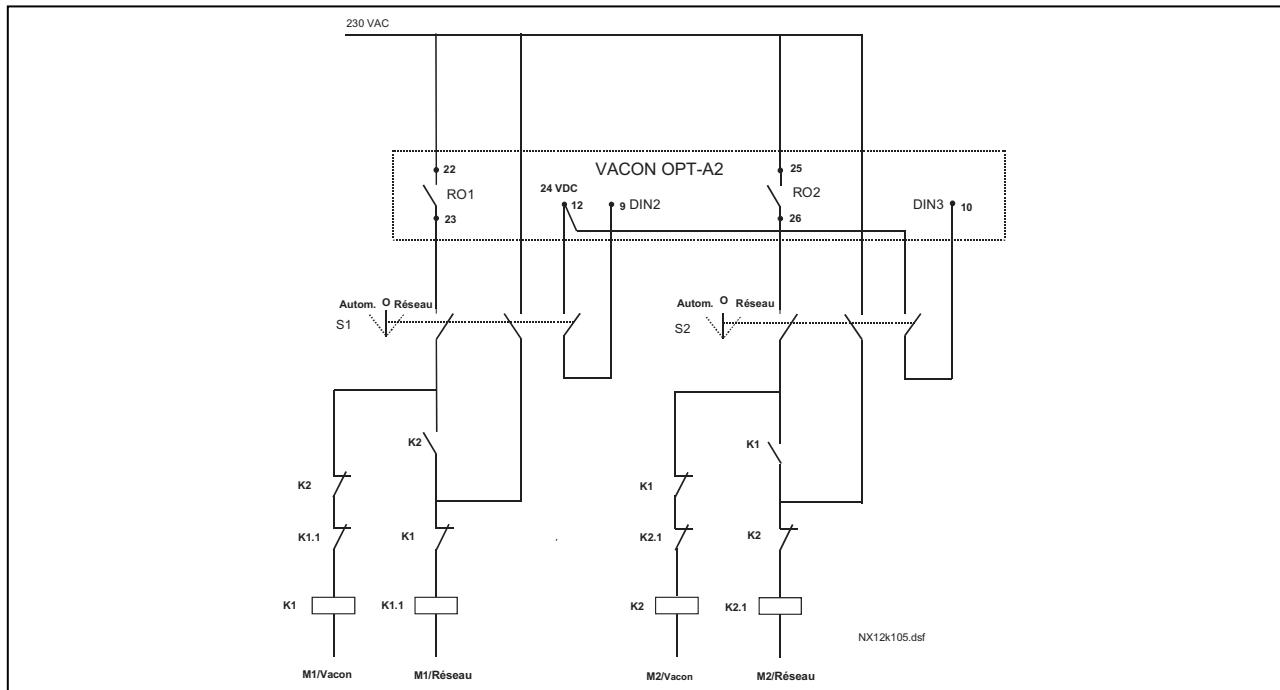
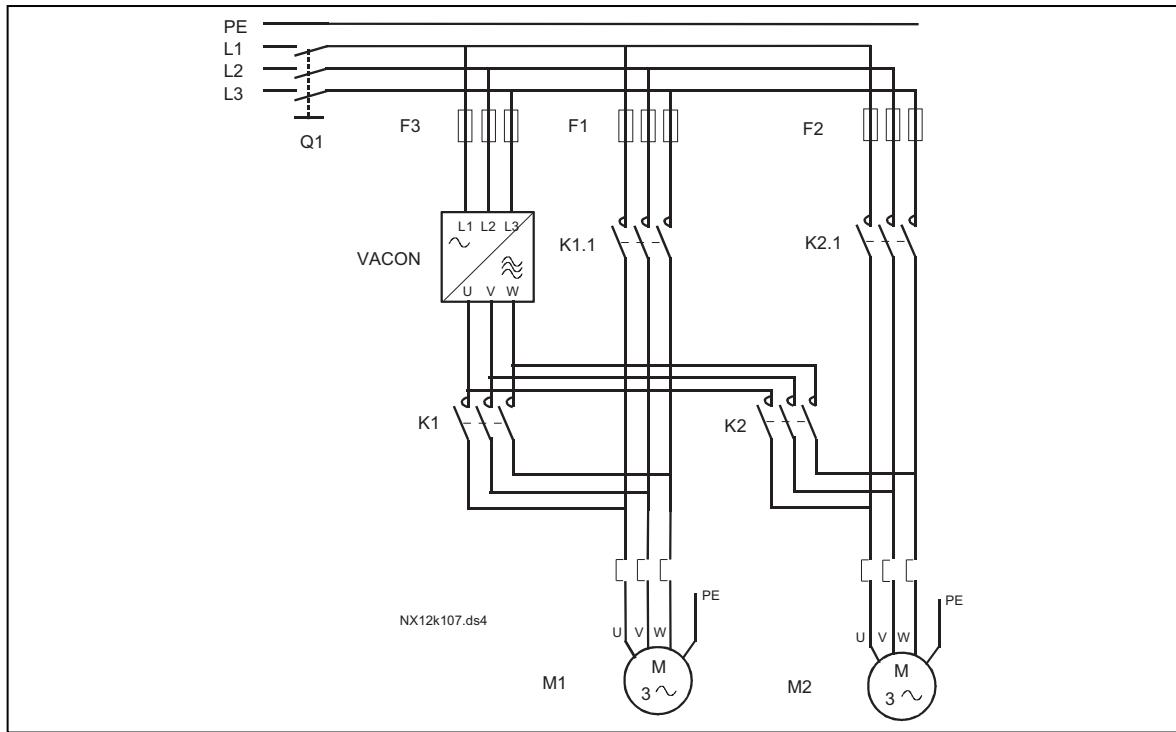
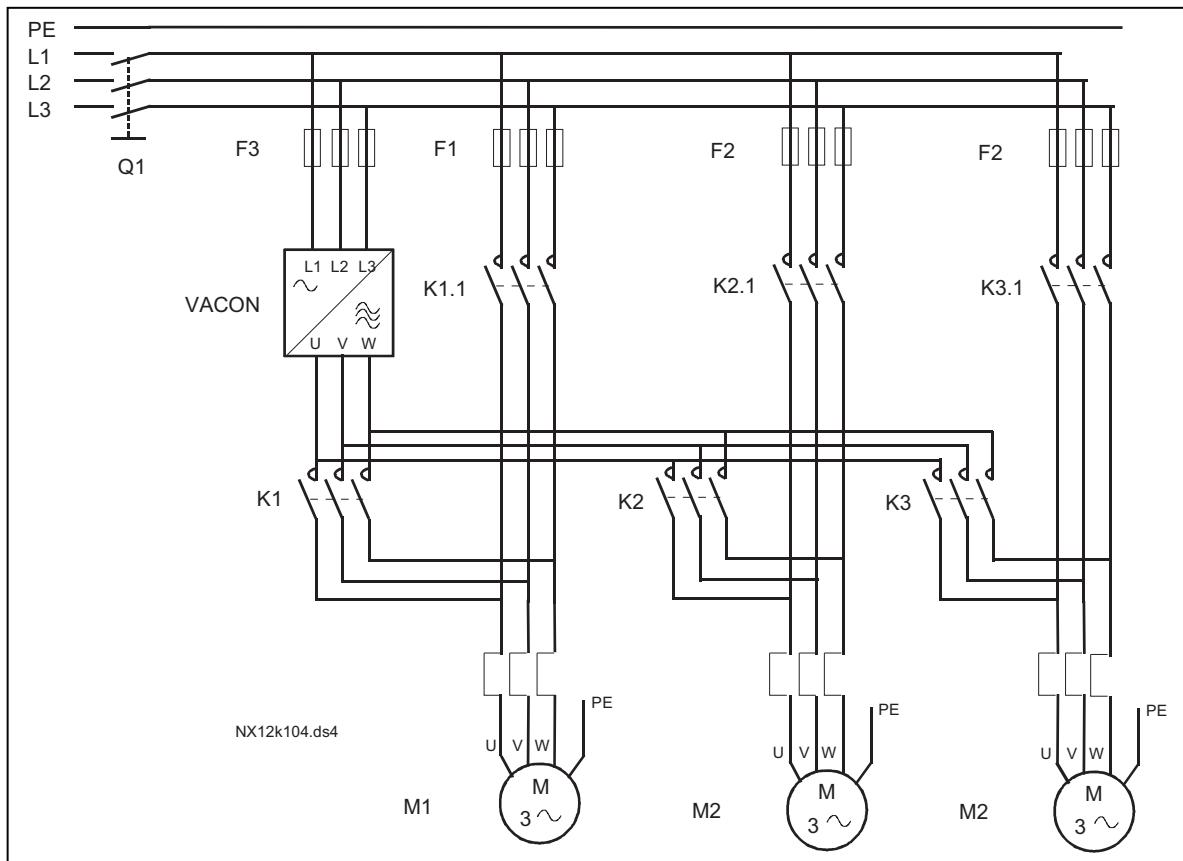

Figure 7-1. Système avec permutation entre 2 pompes, schéma de commande principal
Figure 7-5. Exemple de permutation entre deux pompes, schéma de principe
Figure 7-6. Exemple de permutation entre trois pompes, schéma de principe
- Les contacteurs externes commandés via les sorties relais du convertisseur de fréquence connectent les moteurs au convertisseur de fréquence ou au réseau. Si le moteur commandé en vitesse variable est inclus dans la séquence de permutation, il est toujours commandé par la sortie relais activée en premier. Les autres relais activés ultérieurement commandent les moteurs auxiliaires (voir Figure 7-5 et Figure 7-6).
La permutation automatique des ordres Marche et Arrêt est activée et appliquée soit aux moteurs auxiliaires uniquement, soit aux moteurs auxiliaires **et** au moteur à vitesse variable, selon le réglage du paramètre 2.9.25, *Sél. Automatismes*. Le préréglage usine active la permutation pour 2 moteurs. Voir Figure 7-1 et Figure 7-5.